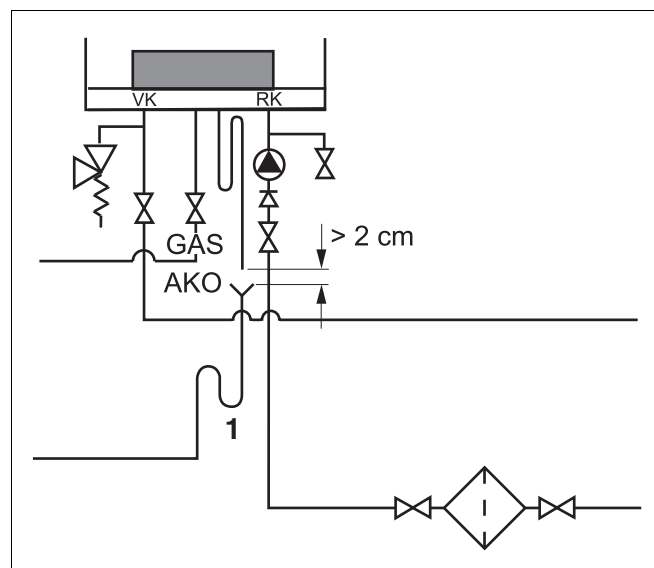
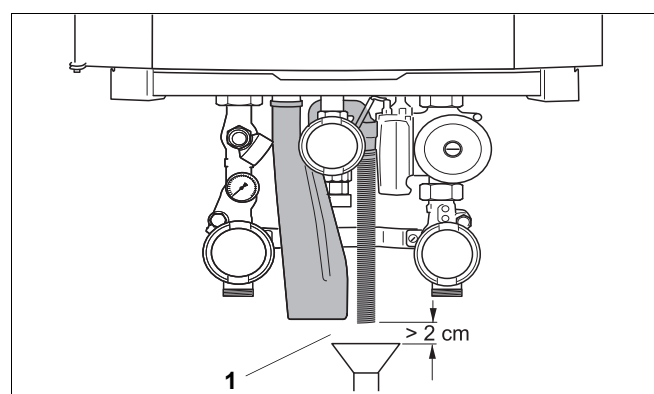

Fig. 19 Racordați sifonul
Fig. 20 Conducta de condensat
- Racordați conducta de condensat la sifon (fig. 19, poz. 1 și fig. 20, poz. 1).